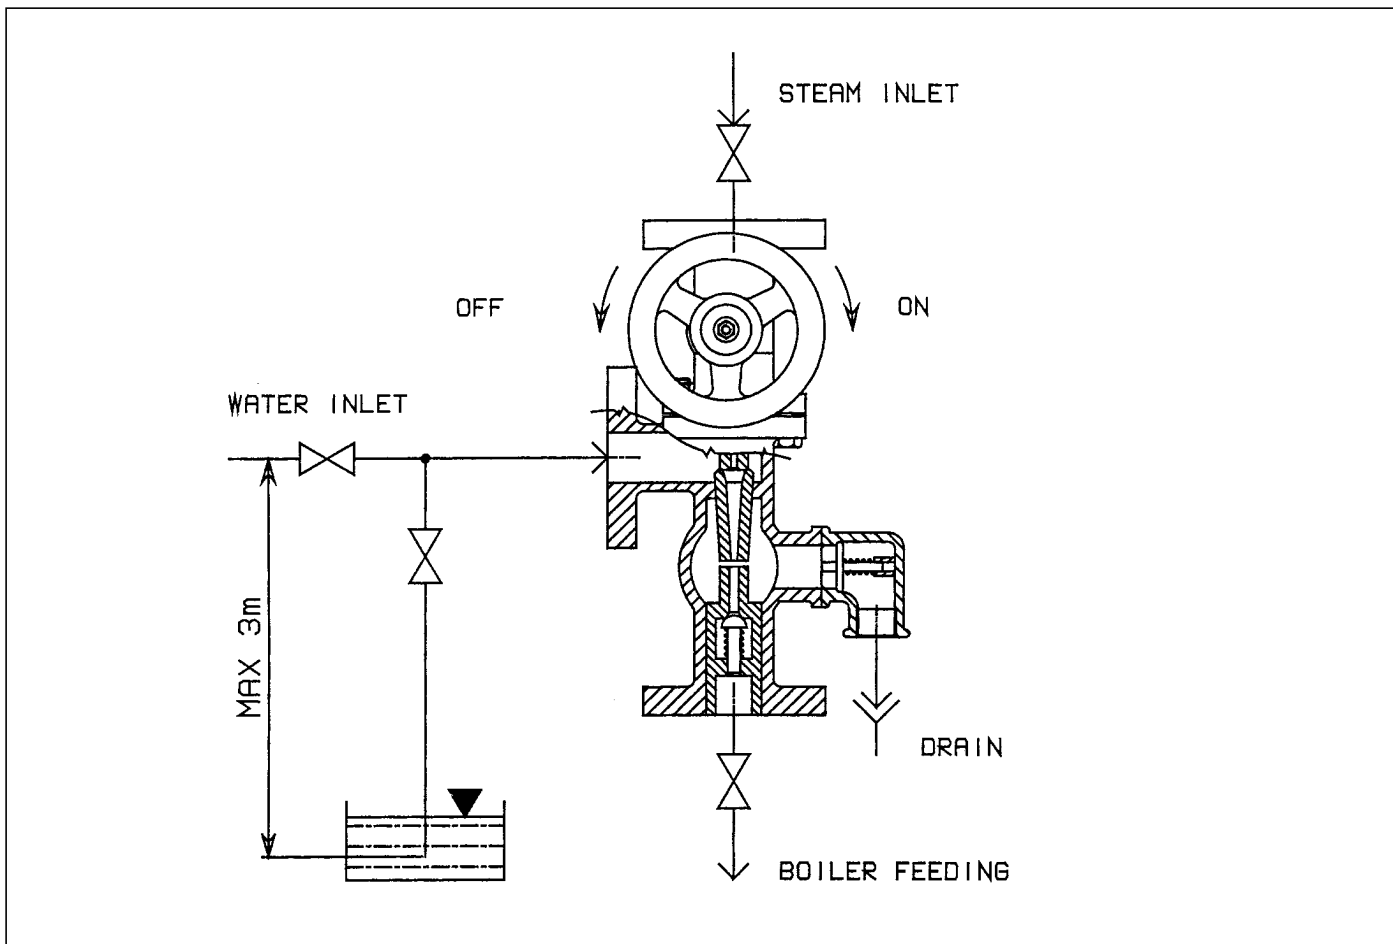

Рис. 6
**ИНЖЕКТОР** (рис. 6)
Для котлов с диапазоном рабочего давления от 3 до 15 бар, вторым питающим устройством служит паровой инжектор (Рис. 6).